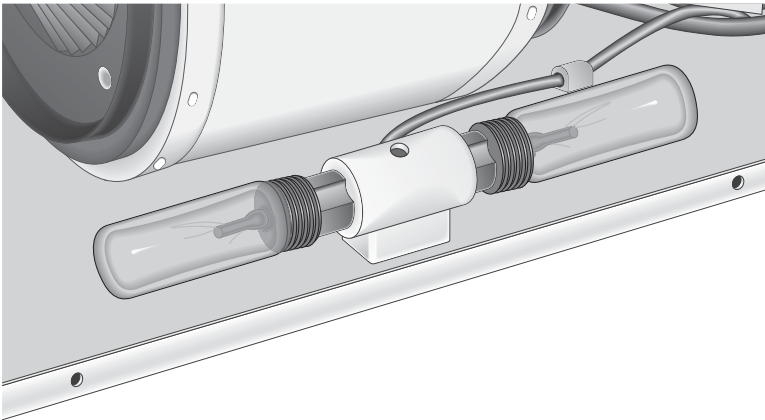

Fig.3
- To replace the two lamps remove the anti-grease filter in order to reach the lamp-holders and unscrew the lamp or lamps that need to be replaced (Fig. 3).
- Pour le remplacement éventuel des deux ampoules montées il faut d'abord enlever le filtre anti-graisse pour pouvoir avoir accès au porte-ampoules et dévisser l'ampoule ou les ampoules à remplacer (Fig. 3).
- Per la eventuale sostituzione delle due lampade montate bisogna prima togliere il filtro antigraasso per poter accedere al portalampade e svitare la lampada o le lampade da sostituire (Fig. 3).